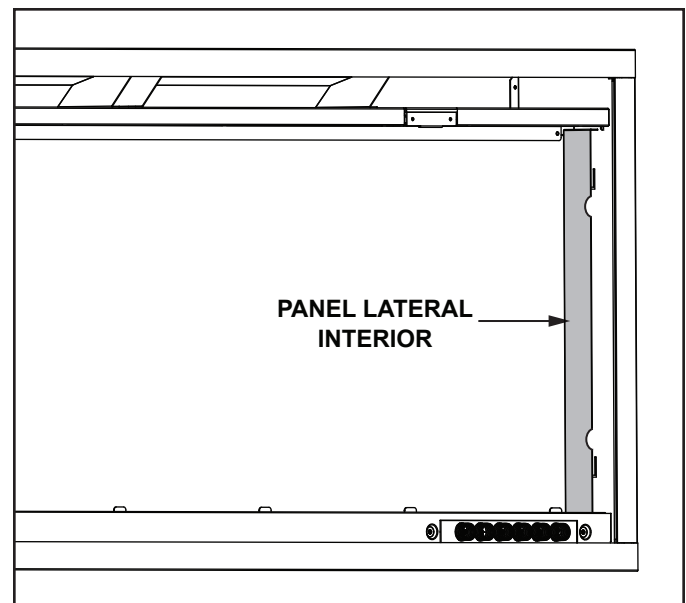

Figura 7.2 Paneles laterales interiores
6. Instale los paneles laterales interiores magnéticos (se encuentran en la caja de accesorios). Consulte la Figura 7.2.